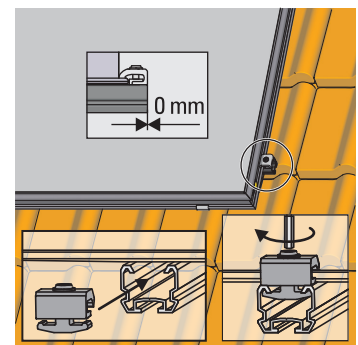

Bild 3-28 Einzelklemmsteine für den letzten Flachkollektor einsetzen und festschrauben
11. Einzelklemmsteine für den letzten Flachkollektor einsetzen und festschrauben (Bild 3-28).